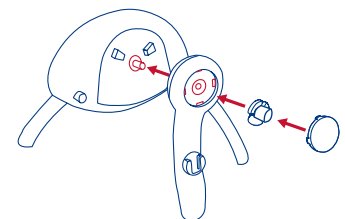

Fig. 3b
- Insert the posts into the swing arms. Seat the arms firmly in the swing frame and push Locking Caps firmly into place until they click. Push the Hub Caps in place until they click. (Fig. 3b)
- Introduzca los postes en los brazos del columpio. Instale los brazos firmemente en el armazón del columpio y presione las Tapas de traba firmemente hasta que hagan clic. Presione las Tapas del cubo en su sitio hasta que hagan clic. (Fig. 3b)
au cadre de la balançoire et pousser les bouchons d'arrêt en place jusqu'à ce qu'un déclic se fasse entendre. Installer les couvre-bouchons en appuyant jusqu'à ce qu'un déclic se fasse entendre. (Fig. 3b)